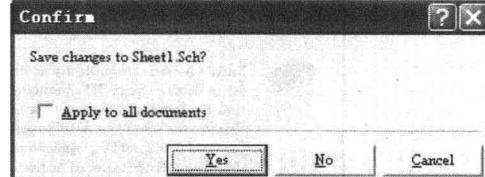

图 1-6 退出时的“询问”对话框
(3) 方法三：按下“Alt+F4”键退出。如果修改了文档而没有保存，则程序在退出时会出现一个对话框，询问是否保存文件，若要保存，单击“Yes”按钮；若不保存，单击“No”按钮；若退出，则单击“Cancel”按钮，如图1-6所示。